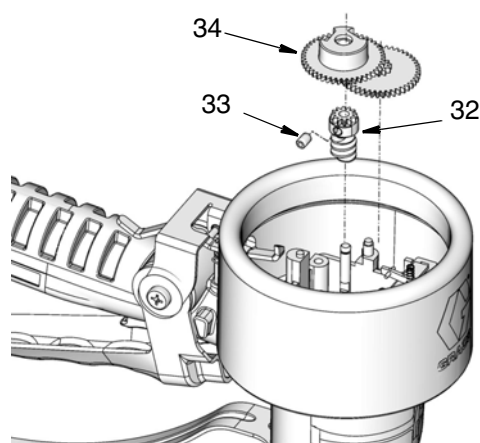

FIG. 29
- Avec une clé hexagonale de 2 mm, déposer la vis sans tête (33) des roues dentées. Déposer les roues dentées (32, 34) (FIG. 29).